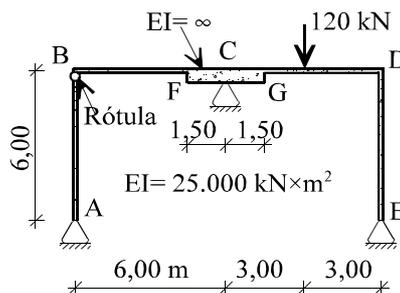

Figura 16
16) El pórtico de la figura 16 es de sección constante a excepción de la zona FG , cuya rigidez se considera infinita. Sobre el pórtico actúa la carga puntual de la figura. Suponiendo que las vigas son inelongables, se pide determinar las leyes de esfuerzos axiles, cortantes y flectores, y las reacciones de la estructura. (Examen junio 90.)